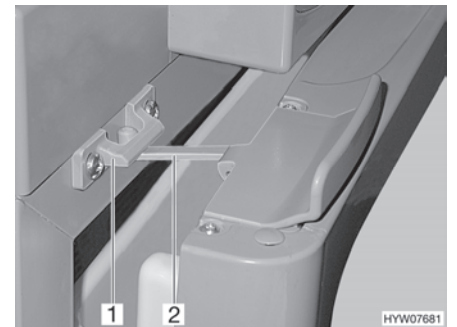

Fig. 139 Porte du réfrigérateur en position de ventilation (Thetford)
■ Ouvrir le verrouillage (Fig. 139,2) et l'enclencher dans le logement de verrouillage (Fig. 139,1). La porte du réfrigérateur reste ainsi légèrement ouverte.